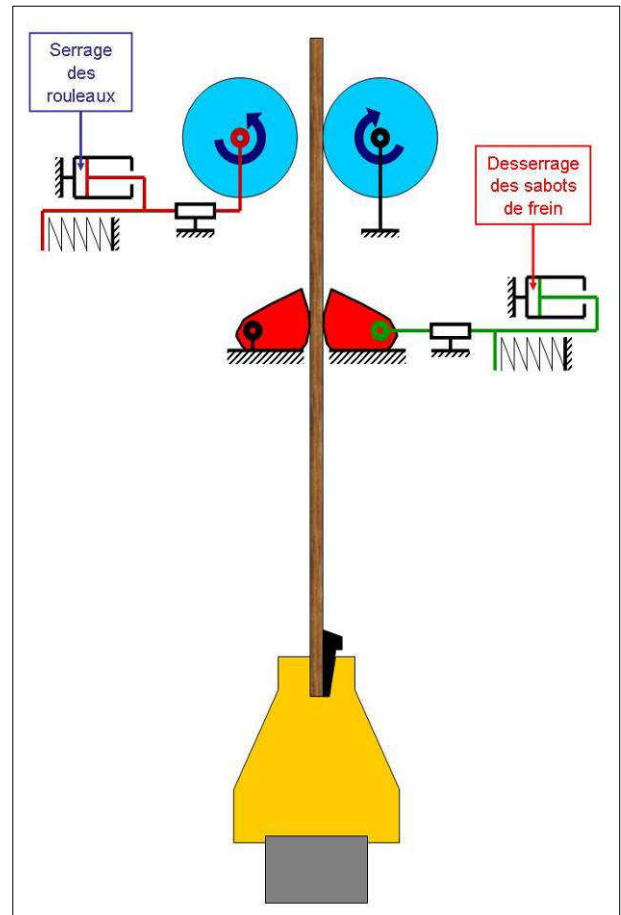

Figure 2 - Schéma du principe de fonctionnement du LG1000
- la masse est arrêtée à une hauteur non nulle, les moteurs tournent (Figure 2),